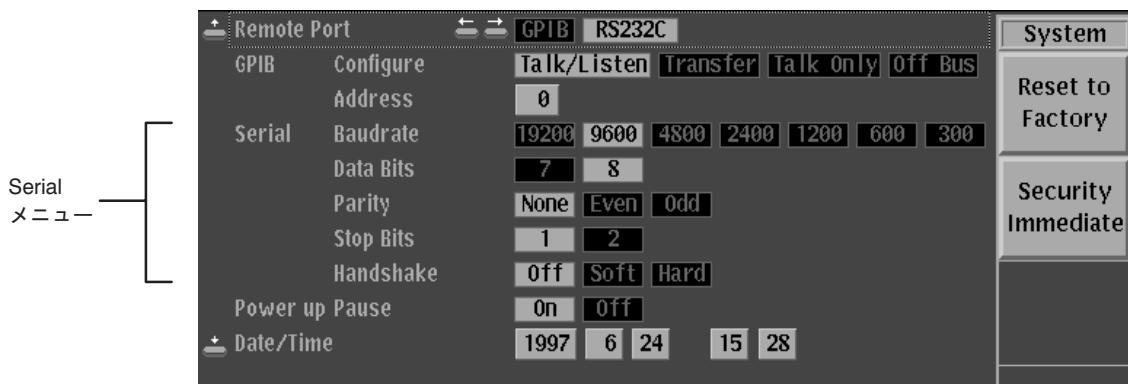

図 1-9: System メニュー
- 手順 2: System ボトム・キーを押し、System メニューを表示します（図 1-9 参照）。